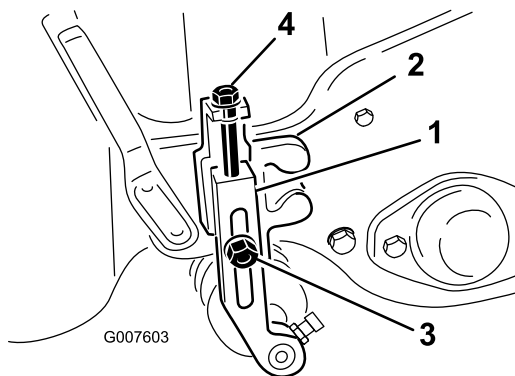

**Bild 47**
12. Testen Sie die Schnittleistung, indem Sie einen langen Streifen des Schnittleistungspapiers senkrecht zum Untermesser zwischen die Spindel und das Untermesser legen (Bild 47). Drehen Sie die Spindel langsam vorwärts; das Papier sollte geschnitten werden.